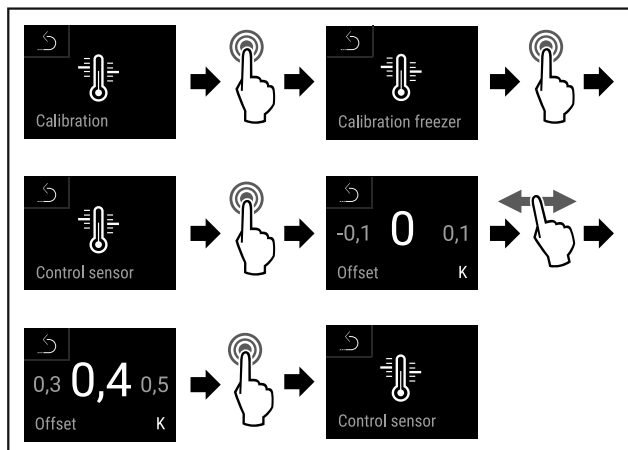

Fig. 140
- Stappen (zie Fig. 140) uitvoeren.